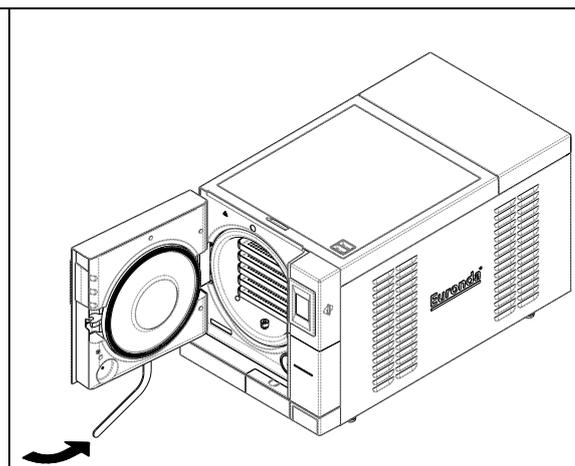

Abb. 8.2.2-4
4. Den Stellzapfen eine Viertelrunde entgegen dem Uhrzeigersinn drehen (zum Schließen). Dabei durch das Schaufenster kontrollieren (Abb. 8.2.2-4).